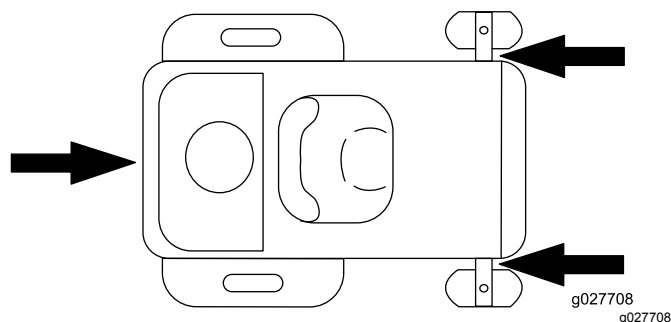

Figura 37
5. Ancorate la macchina vicino alle ruote orientabili anteriori e al paraurti posteriore (Figura 37).